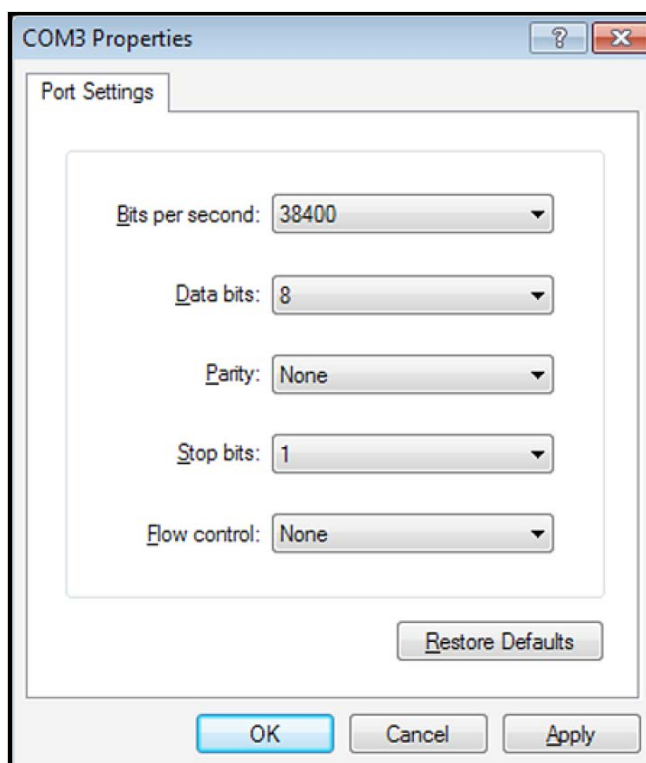

Рис. 11: Окно COM Properties (свойства COM-порта)
2. Запустите программу **HyperTerminal** и установите параметры связи в соответствии с установками для COM-порта расходомера PT878 (см. рис. 11 ниже).